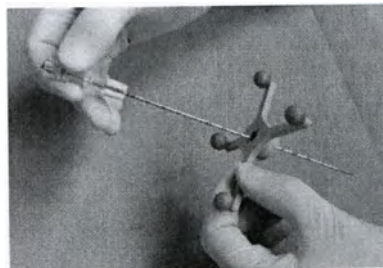
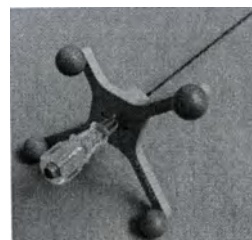

Рисунок 3.4: Размещение иглы в игольном инструменте
Рисунок 3.5: Определение чувствительности иглы для введения
2. Вставить иглу в игольный инструмент (рисунок 3.4) и надавить на головку иглы до соприкосновения с игольным инструментом (рисунок 3.5).